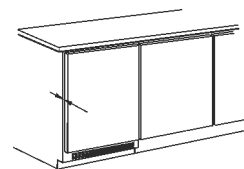

Fig. 48
- ▶ Zategnite protimatico Fig. 48 (1) s šestkotnim ključem 13, pri tem pa nastavitvene zatiče Fig. 48 (2) pridržite z izvijačem.